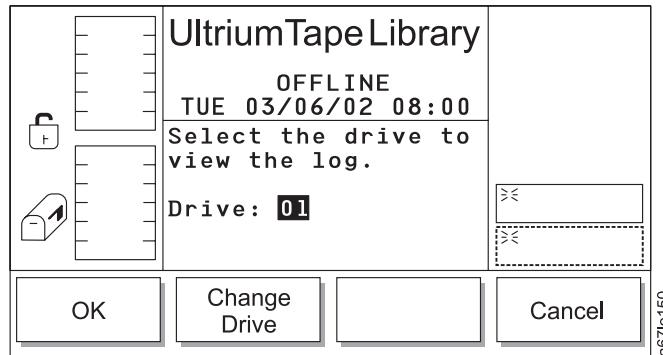
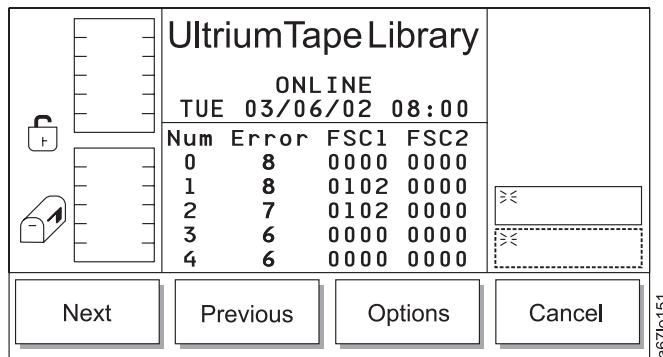

Abbildung 101. Dialog für Laufwerkauswahl
Abbildung 102. Laufwerkprotokolldialog
- Wird **Drive Log** ausgewählt, erscheint der Laufwerkprotokolldialog (siehe Abb. 102 auf Seite 123). (Enthält das Kassettenarchiv mehrere Laufwerke, erscheint der Dialog für Laufwerkauswahl. Siehe Abb. 101 auf Seite 122.)
Wird **Drive Log** ausgewählt, erscheint der Dialog für Laufwerkauswahl (siehe Abb. 101). Benutzen Sie diese Option zum Auswählen des Laufwerks mit dem zu überprüfenden Protokoll.
Tabelle 50. Übersetzung von Abb. 101, Dialog für Laufwerkauswahl
- Wird **OK** ausgewählt, erscheint der Laufwerkprotokolldialog (siehe Abb. 102 auf Seite 123).
- Wird **Change Drive** ausgewählt, wird das nächste Laufwerk im Kassettenarchiv ausgewählt. Wollen Sie den Laufwerkprotokolldialog aufrufen, wählen Sie **OK** aus. Der Laufwerkprotokolldialog erscheint (siehe Abb. 102 auf Seite 123).
Tabelle 51. Übersetzung von Abb. 102, Laufwerkprotokolldialog
- Wird **Back** ausgewählt, erscheint der Laufwerkprotokolldialog (siehe Abb. 102 auf Seite 123).